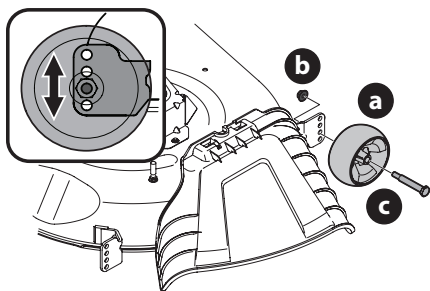

Figure 11
- b. Retirez les écrous autobloquants (b) et les boulons à épaulement (c) qui fixent la roue au plateau de coupe (a), puis enlevez les roues (Figure 11).